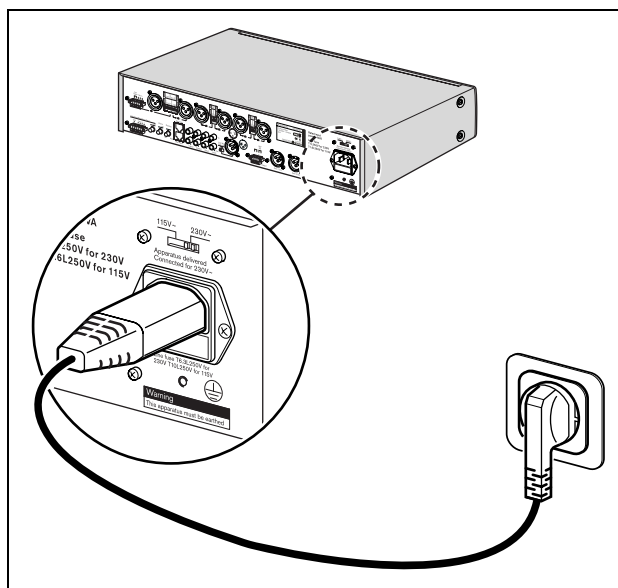

figura 3.2: Ligação eléctrica e selector de tensão
- 1 Certifique-se de que o selector de tensão (115V/230V) está correctamente regulado para a corrente utilizada no país. (consulte a figura 3.2).